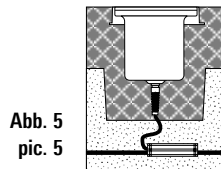

Abb. 5
- 5) In gefliesten/gepflasterten Bereichen in Beton (Abb. 5)